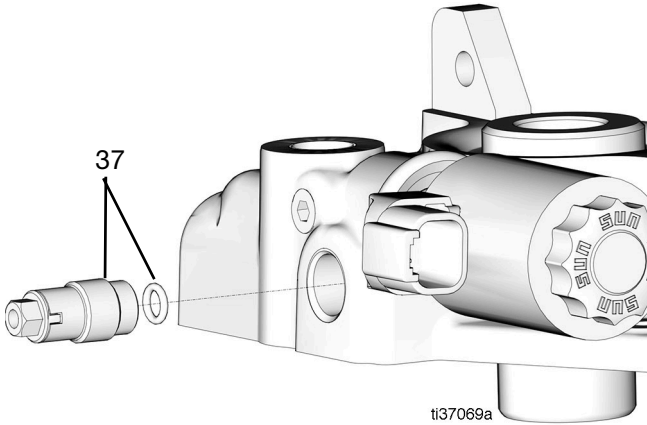

图 73
33. 将 O 形圈放在止回阀上，然后放入泵出口并拧紧（直至力矩达到 16 英尺-磅/21.7 N•m）（图 73）。